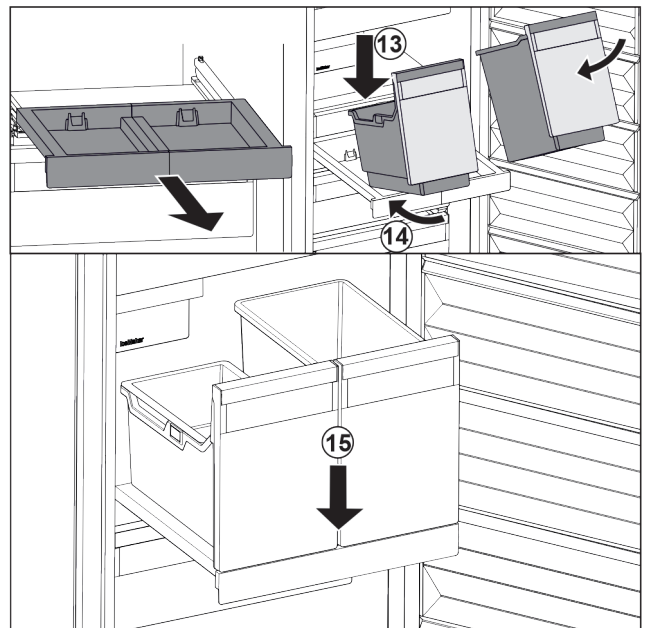

Fig. 110
- ▶ Placer les bacs sur le compartiment coulissant en les inclinant. *Fig. 110 (13)*
- ▶ Pousser les bacs jusqu'au fond en les inclinant. *Fig. 110 (14)*
- ▶ Déposer les bacs par l'avant. *Fig. 110 (15)*